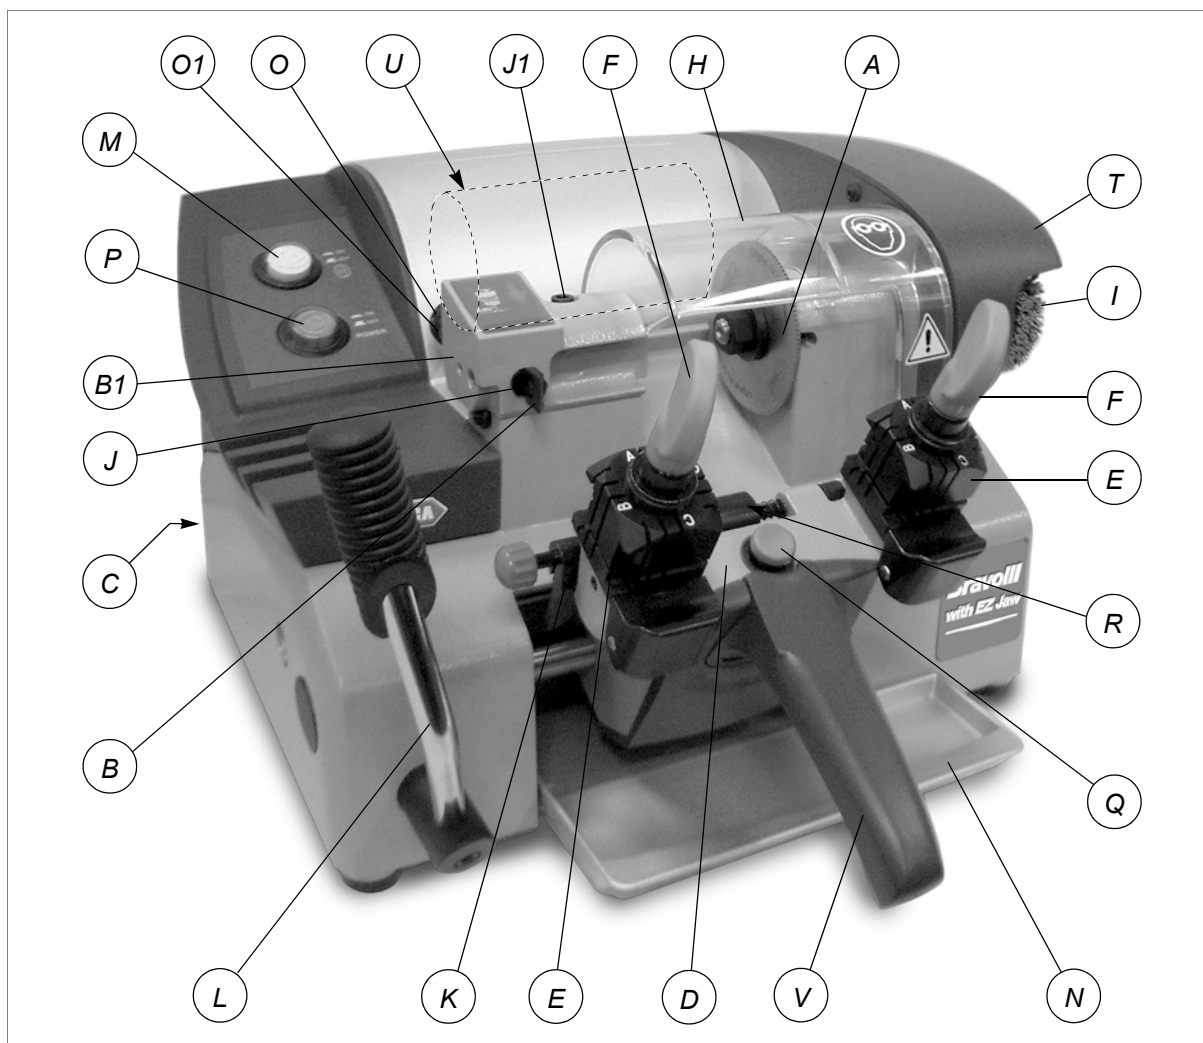

Fig. 5
En la parte izquierda de la duplicadora BRAVO III with EZ-Jaw está colocado el panel de control con 2 mandos: el interruptor general de la máquina (C), el interruptor para la puesta en marcha del motor (P) y el pulsador del cepillo (M) (fig.5, pág.6).